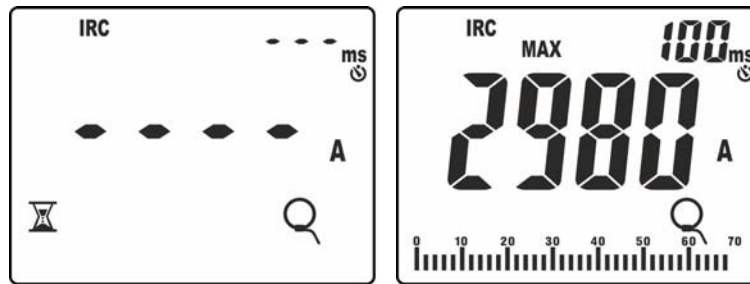

Abb. 43: Ermittlung Ereignis Anlaufstrom
8. Drücken Sie die Taste **GO/HOLD** zum Starten der Funktion. Das Gerät wartet auf die Ermittlung des Ereignisses (gemessener Wert höher als die eingestellte Trigger-Grenze gleich **1% Messbereich der Zange: z.B. 30A für FS = 3000A**) und zeigt das Symbol "⌚" im Display (siehe Abb. 43 – linke Seite)
9. Bei der Ermittlung eines Ereignisses **hält die Messung automatisch an**, das Gerät zeigt im Hauptdisplay den Wert **Max RMS** an, dieser bezieht sich auf ein Zeitintervall von **100ms** (Vorgabe), im Display angezeigt (siehe Abb. 43 – rechte Seite)